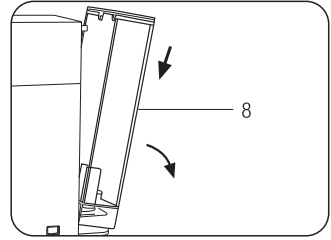

Fig.1
- Pour extraire le réservoir (8) le faire pivoter vers l'extérieur en le pressant vers le bas (**Fig.1**)